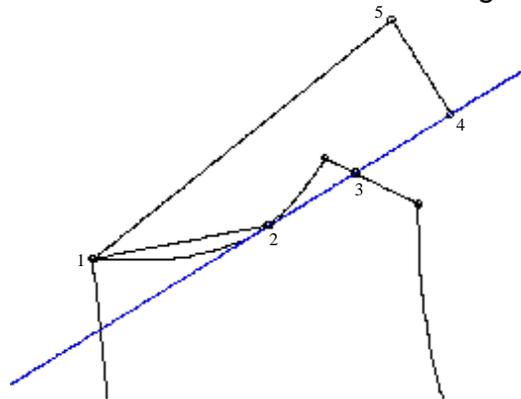

Figura 2-26.
3. Haga clic en el punto 1, luego en el punto 2 y luego en el punto 3 como se muestra en la Figura 2-26.
8. Desactive el Snap y presione la tecla ENTER para cerrar el polígono. El resultado debería verse como se muestra en la Figura 2-26.